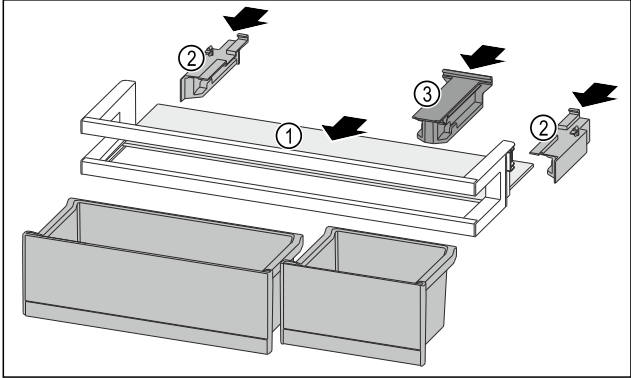

Fig. 135
- ▶ 将搁板 Fig. 135 (1)推入侧面凹槽。
- ▶ 插入侧面部分 Fig. 135 (2)。
- ▶ 插入定位件 Fig. 135 (3)。